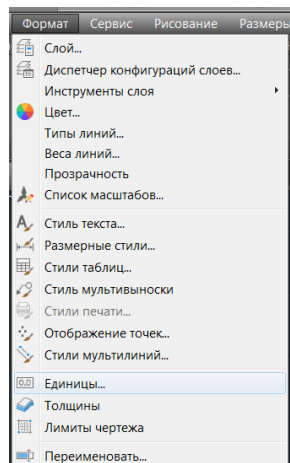

Рисунок 5 – Настройка единиц измерения
• Строка меню AutoCAD содержит несколько выпадающих меню, в которых можно получить доступ ко всем командам AutoCAD. Обратите внимание, что ко многим пунктам меню, перечисленным в выпадающих меню, также можно получить доступ через панель быстрого доступа и/или ленточные панели. (Рисунок 5)